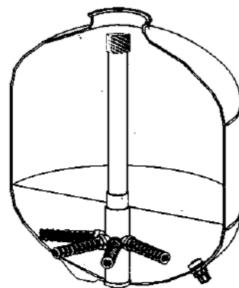

Fig. 13
2. Apóyese el difusor completo de tubo en el fondo del tanque. Llenar de agua el tanque hasta la primera línea ubicada en el tanque (Fig. 13). Este procedimiento sirve para otorgar estabilidad al difusor.